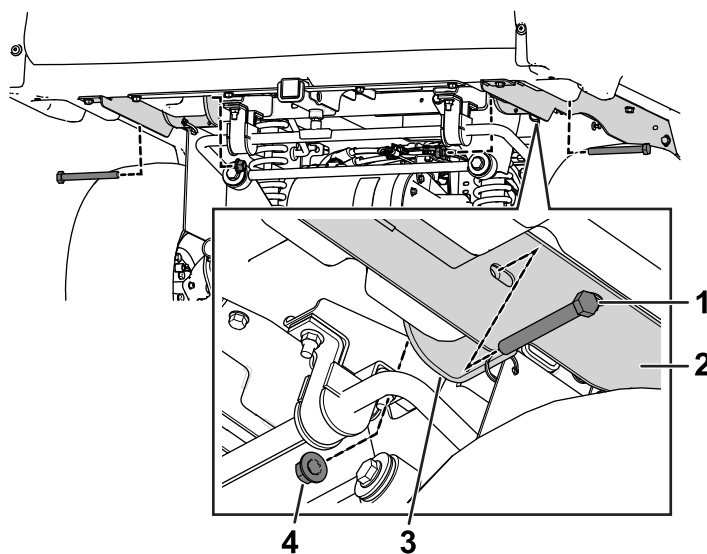

Figura 6
7. Cuidadosamente, baixe a plataforma de carga até que os orifícios dos suportes de articulação alinhem com os orifícios de montagem nos suportes da plataforma de carga (Figura 6).
da plataforma de carga esquerdo e direito aos suportes da articulação (Figura 6).